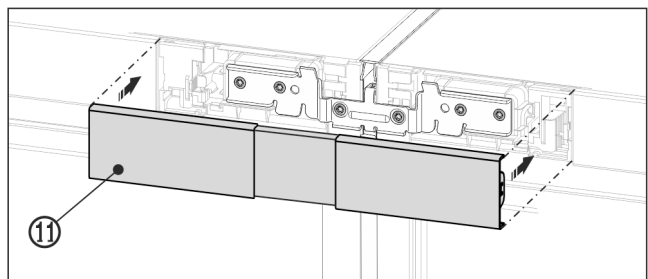

Fig. 24 Voorbeeld
- ▶ Bovenste afdekking Fig. 24 (11) op de nog open tussenruimte van de twee bedieningsdeelafdekkingen aanbrengen. Zorg ervoor de buitenzijden van de afdekking in een lijn met de bedieningsdeelafdekkingen zijn.